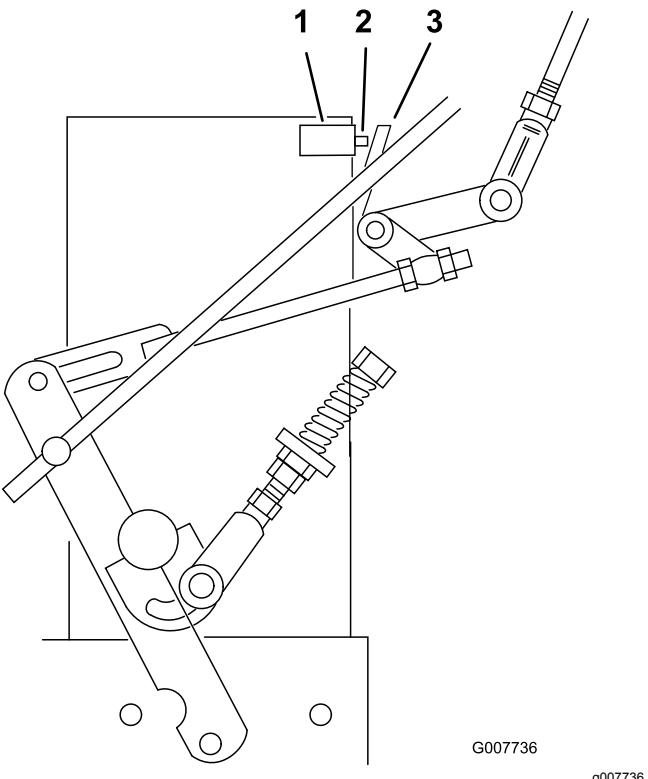

Figura 33
7. Verificate che l'interruttore di sicurezza sia premuto e che vi sia uno spazio di 8 mm tra la linguetta attuatrice e l'interruttore (**Figura 33**).
8. Se necessario, regolate la posizione del microinterruttore in modo tale da ottenere uno spazio di 8 mm (**Figura 33**).